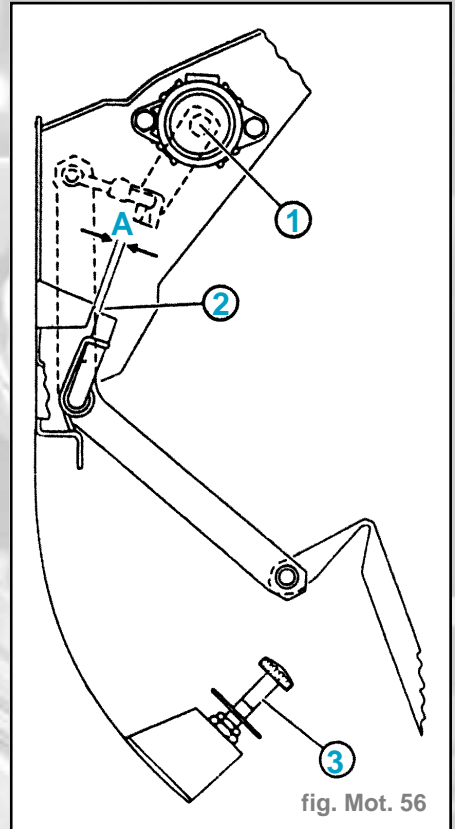

fig. Mot. 56
- Desserrer l'écrou hexagonal (1) du transmetteur de pédale d'accélérateur (fig. Mot. 56).
- Amener la pédale d'accélérateur jusqu'au point dur de Kickdown du transmetteur de pédale d'accélérateur. Dans cette position, amener la vis (3) en appui contre la pédale d'accélérateur et serrer le contre-écrou (fig. Mot. 56).
- Actionner la pédale d'accélérateur jusqu'au point dur de Kickdown du transmetteur de pédale d'accélérateur. Dans cette position, ajuster la vis (3) de sorte qu'un interstice de 5 mm subsiste entre l'avis à tête moletée et la pédale d'accélérateur. Serrer le contre-écrou de la vis de butée (fig. Mot. 56).